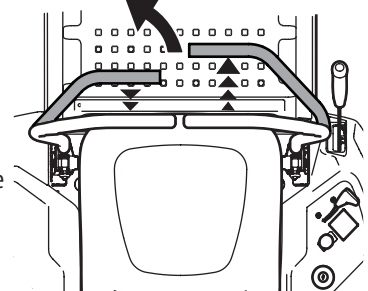

Figure 28
1. Pour tourner à gauche, tirez la barre de conduite gauche vers vous et poussez la barre de conduite droite vers l'avant. Voir Figure 28.